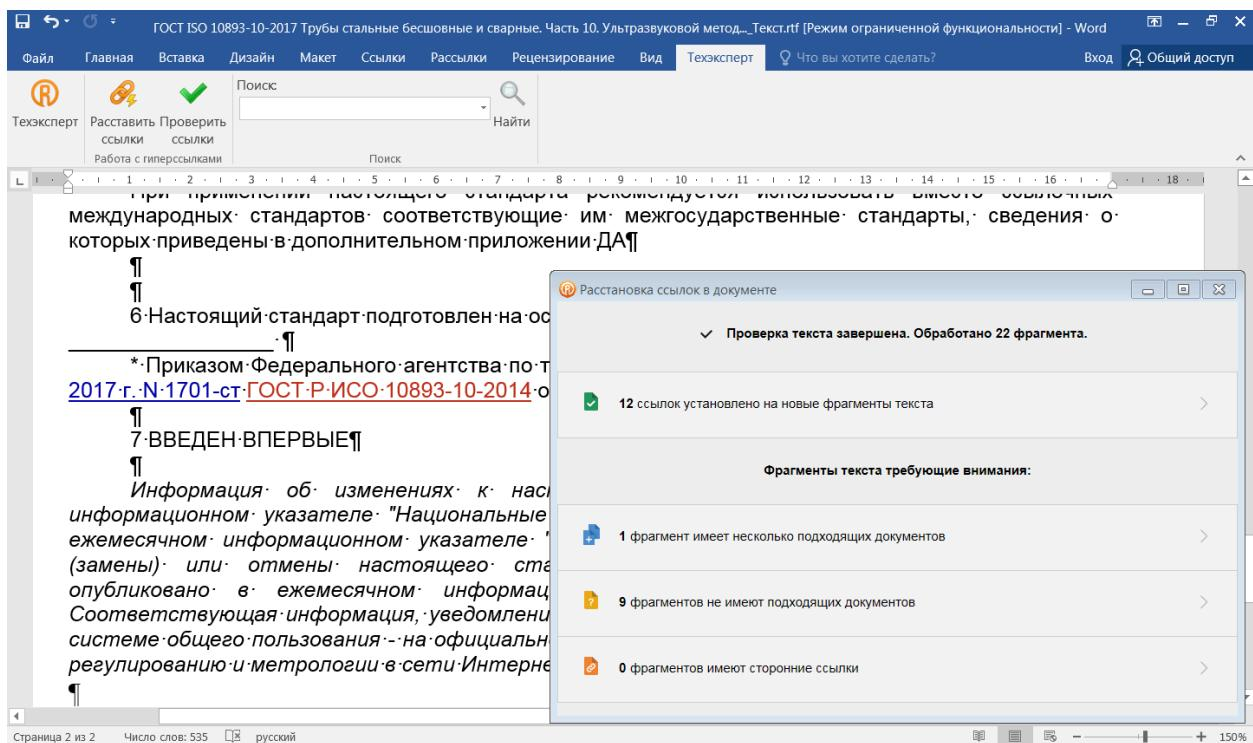
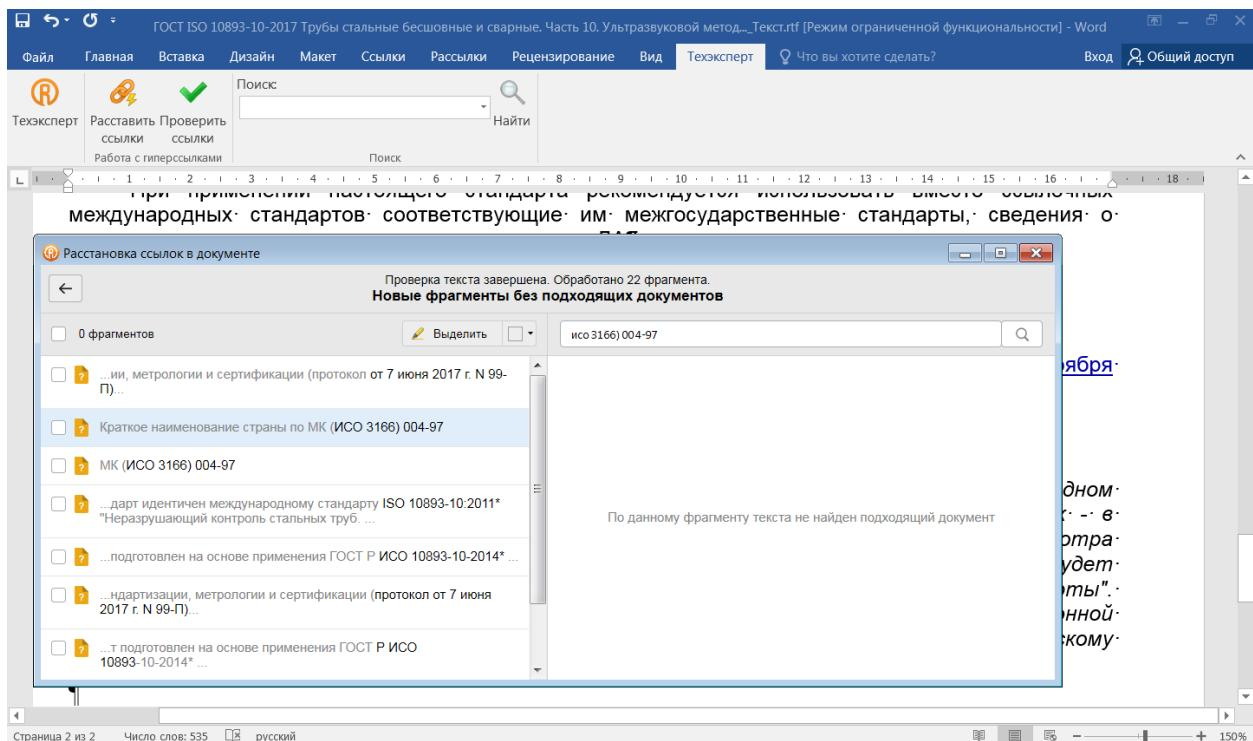

Рис. 16. Рассстановка гиперссылок в Word
Рис. 16.1. Рассстановка гиперссылок в Word. Фрагменты без подходящих документов
4. Утилита произвела обработку 22 фрагментов текста (рис. 16): на 12 фрагментов расставлены ссылки, 1 фрагмент имеет несколько подходящих документов, 9 фрагментов не имеют подходящих документов. Фрагмент имеет несколько подходящих документов – это текст, который можно соотнести с несколькими нормативными документами. Например, в тексте автор ссылается на документ, у которого есть несколько редакций. В этом случае утилита предложит выбрать конкретную редакцию для гиперссылки. Фрагменты не имеют подходящих документов (рис. 16.1.) – это текст, для которого не нашлось соответствующего нормативного документа в системах «Техэксперт» (причиной этого может быть неполное наименование, ошибка в дате или номере документа). Для того, чтобы уточнить, есть ли этот документ в системах, можно запустить поиск через надстройку. А после установить ссылку вручную.